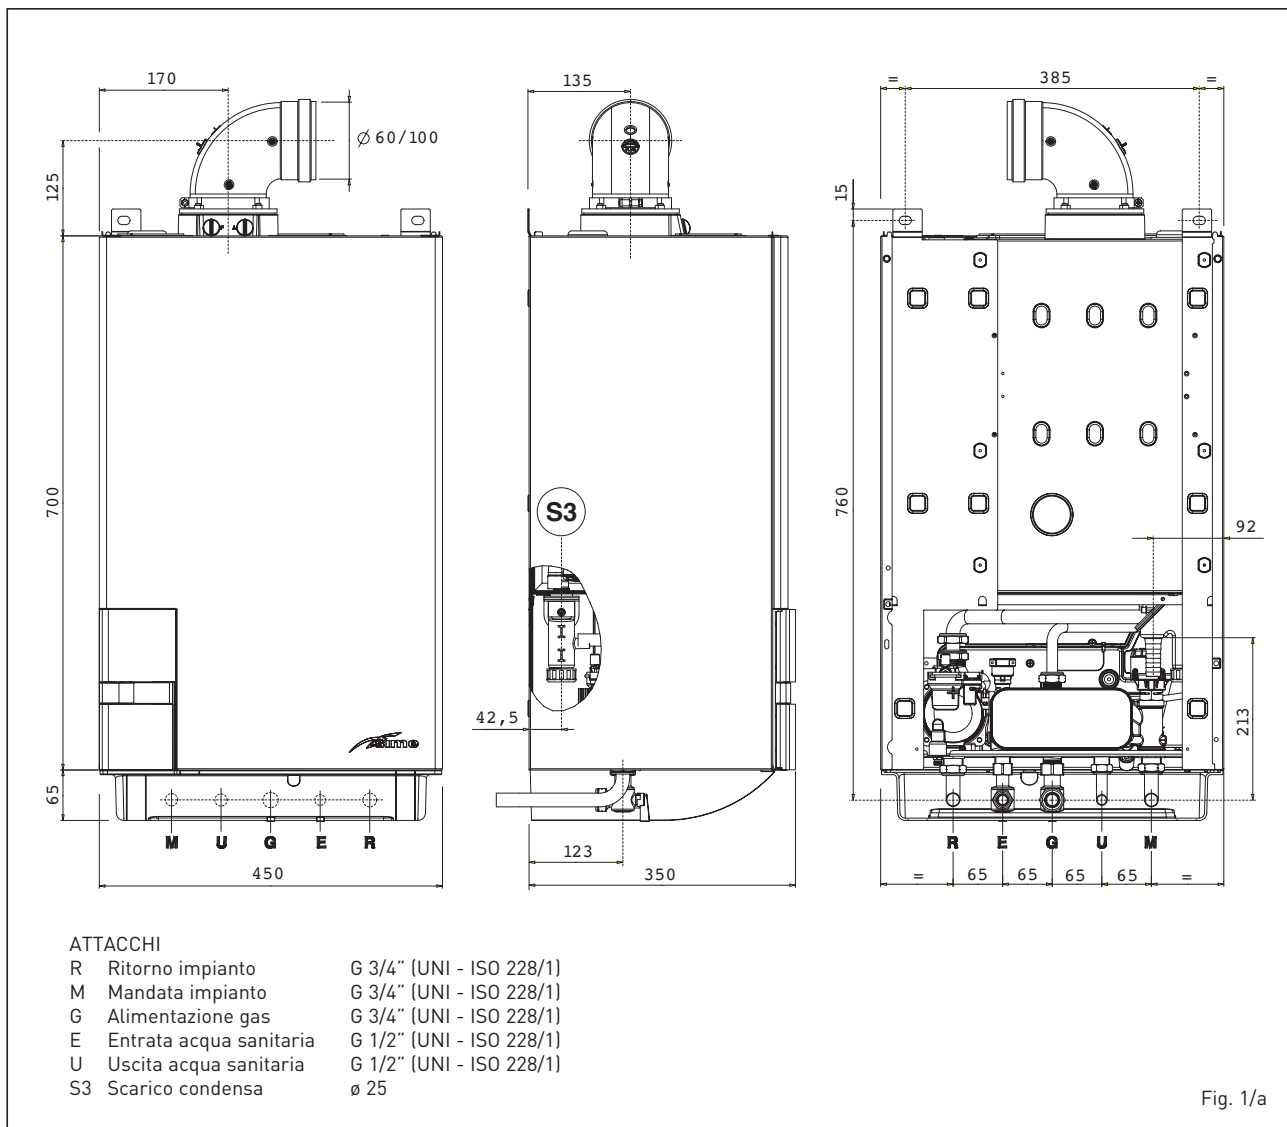

Fig. 1/a
1.2.1 Murelle HE 12 - 25 - 30 - 35 T ErP (fig. 1)
1.2.2 Murelle HE 25 - 30 - 35 ErP (fig. 1/a)